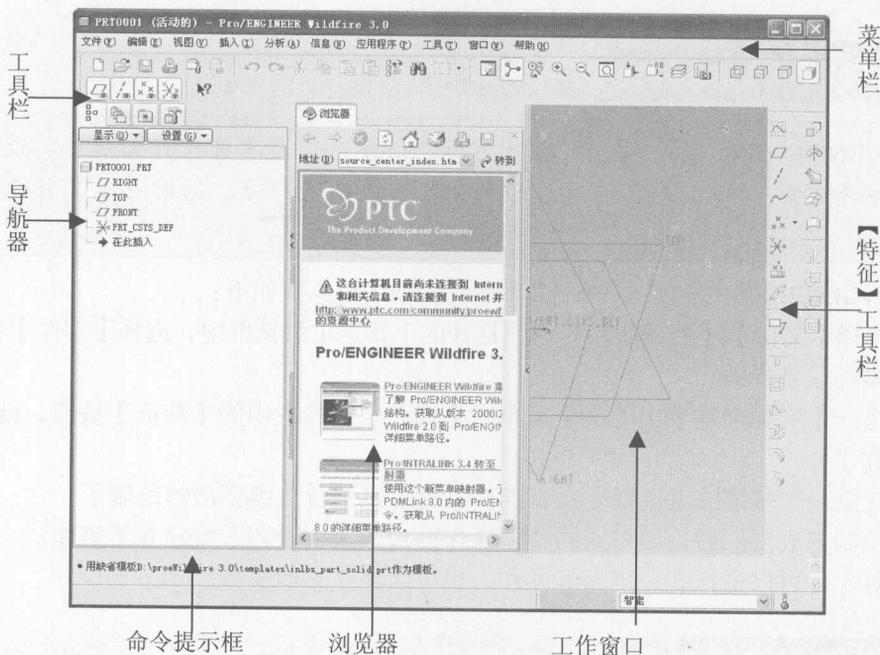

图 1.1 工作界面
STEP 01 双击桌面上的 Pro/ENGINEER 野火版 3.0 应用程序图标，启动后的界面如图 1.1 所示。界面的布局与一般的 Windows 应用程序非常相似，所以操作起来十分简单，顶部是菜单栏，包含了所有的系统功能，菜单栏下边的按钮排列也符合标准，与其他 Windows 应用程序一样，将常用的功能以按钮的形式直观地提供给用户以方便操作。
这一操作的意思是虽然结束了对于 prt0001 的设计，但是此零件已有的信息却仍然在【进程中】（即内存中）保留，以便于用户随时调用。窗口关闭后，系统恢复到图 1.1 所示的起始状态，此时如果想要调用 prt0001（注意：此时 prt0001 并未存盘，所以在硬盘上是没有此零